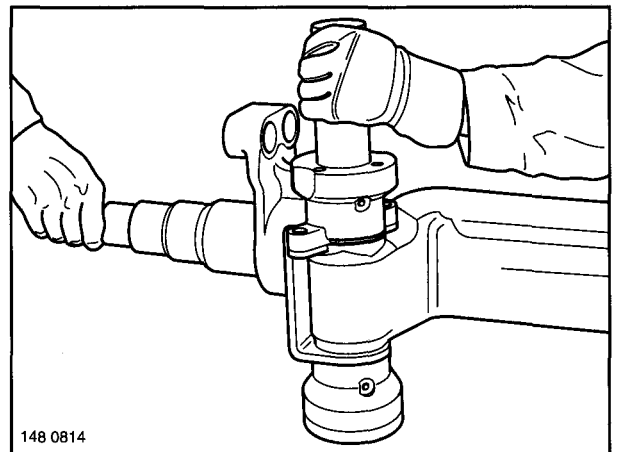

Fig. 14
(11) Place the steering swivel on the shaft thrust ring. Align all the bores for the kingpin. Press the kingpin into position in one go with the bore for the compression spring facing downwards (Fig. 14), if necessary drive it in with gentle taps of a hammer.
(11) Placer la fusée directrice sur la rondelle à cames. Disposer tous les percements en fonction du pivot de direction. Emmancher rapidement la fusée, perçage du ressort vers le bas, jusqu'à la butée (figure 14), en donnant si nécessaire quelques légers coups de marteau.
(11) Lenkschenkel auf die Wellendruckscheibe aufsetzen. Alle Bohrungen für den Lenkbolzen ausrichten. Lenkbolzen, mit der Bohrung für die Druckfeder nach unten, zügig bis zur Anlage einschieben (Fig. 14), ggf. mit leichten Hammerschlägen eintreiben.